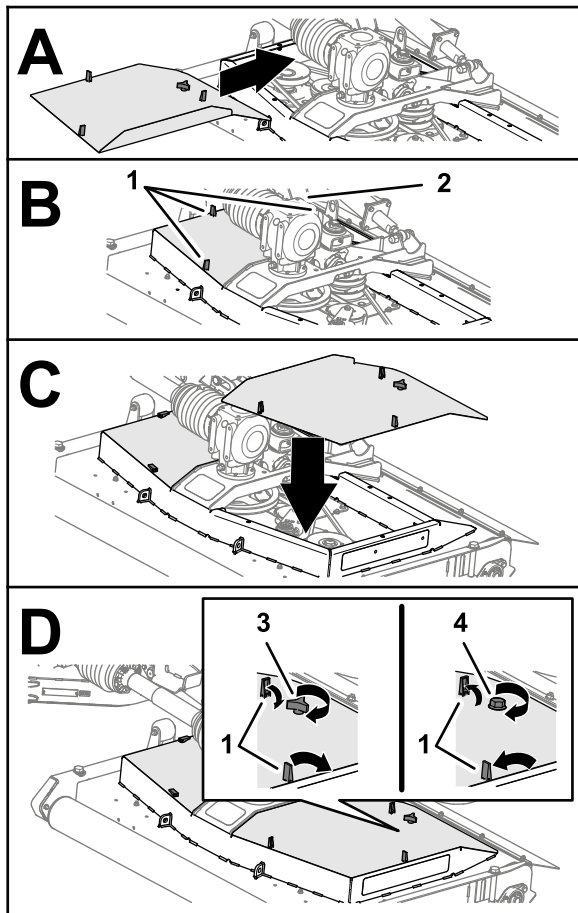

Figura 41
1. Alinee los cierres de la cubierta de la carcasa del cortacésped con los taladros de la carcasa del cortacésped (Figura 41).
2. Monte la cubierta de la carcasa en la carcasa del cortacésped (Figura 41).
3. Fije la cubierta (Figura 41) del siguiente modo:
4. Fije los 3 cierres de la cubierta en la carcasa del cortacésped (Figura 41).
5. Repita los pasos 1 a 4 para las otras cubiertas que ha retirado (Figura 41).